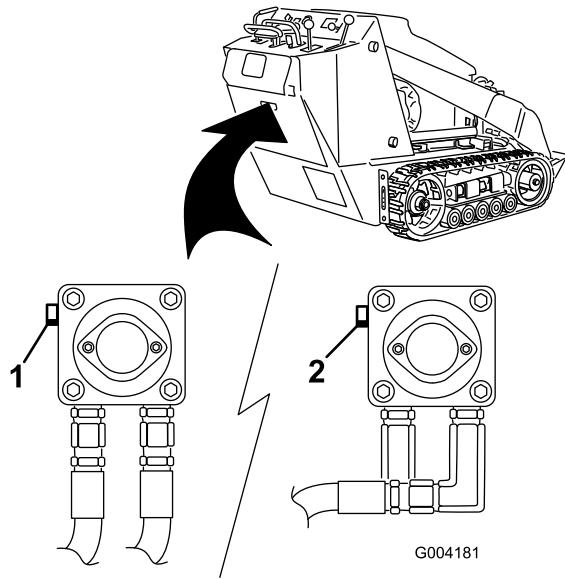

Bild 23
3. Drehen Sie die Schleppventile auf der Hydraulikpumpe mit einem Schraubenschlüssel zweimal entgegen dem Uhrzeigersinn (Bild 23).